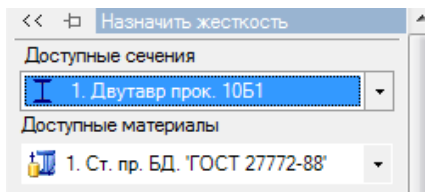

Рис. 35. Назначение жесткости
11. Назначение сечений и материалов элементам расчетной схемы. **Конструирование** ► **Назначить сечение, материал и параметры конструирования** (кнопка  на панели инструментов (рис. 35)).